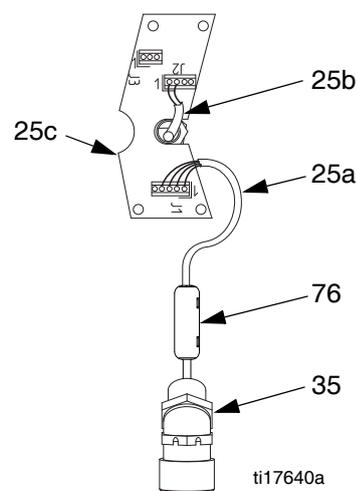
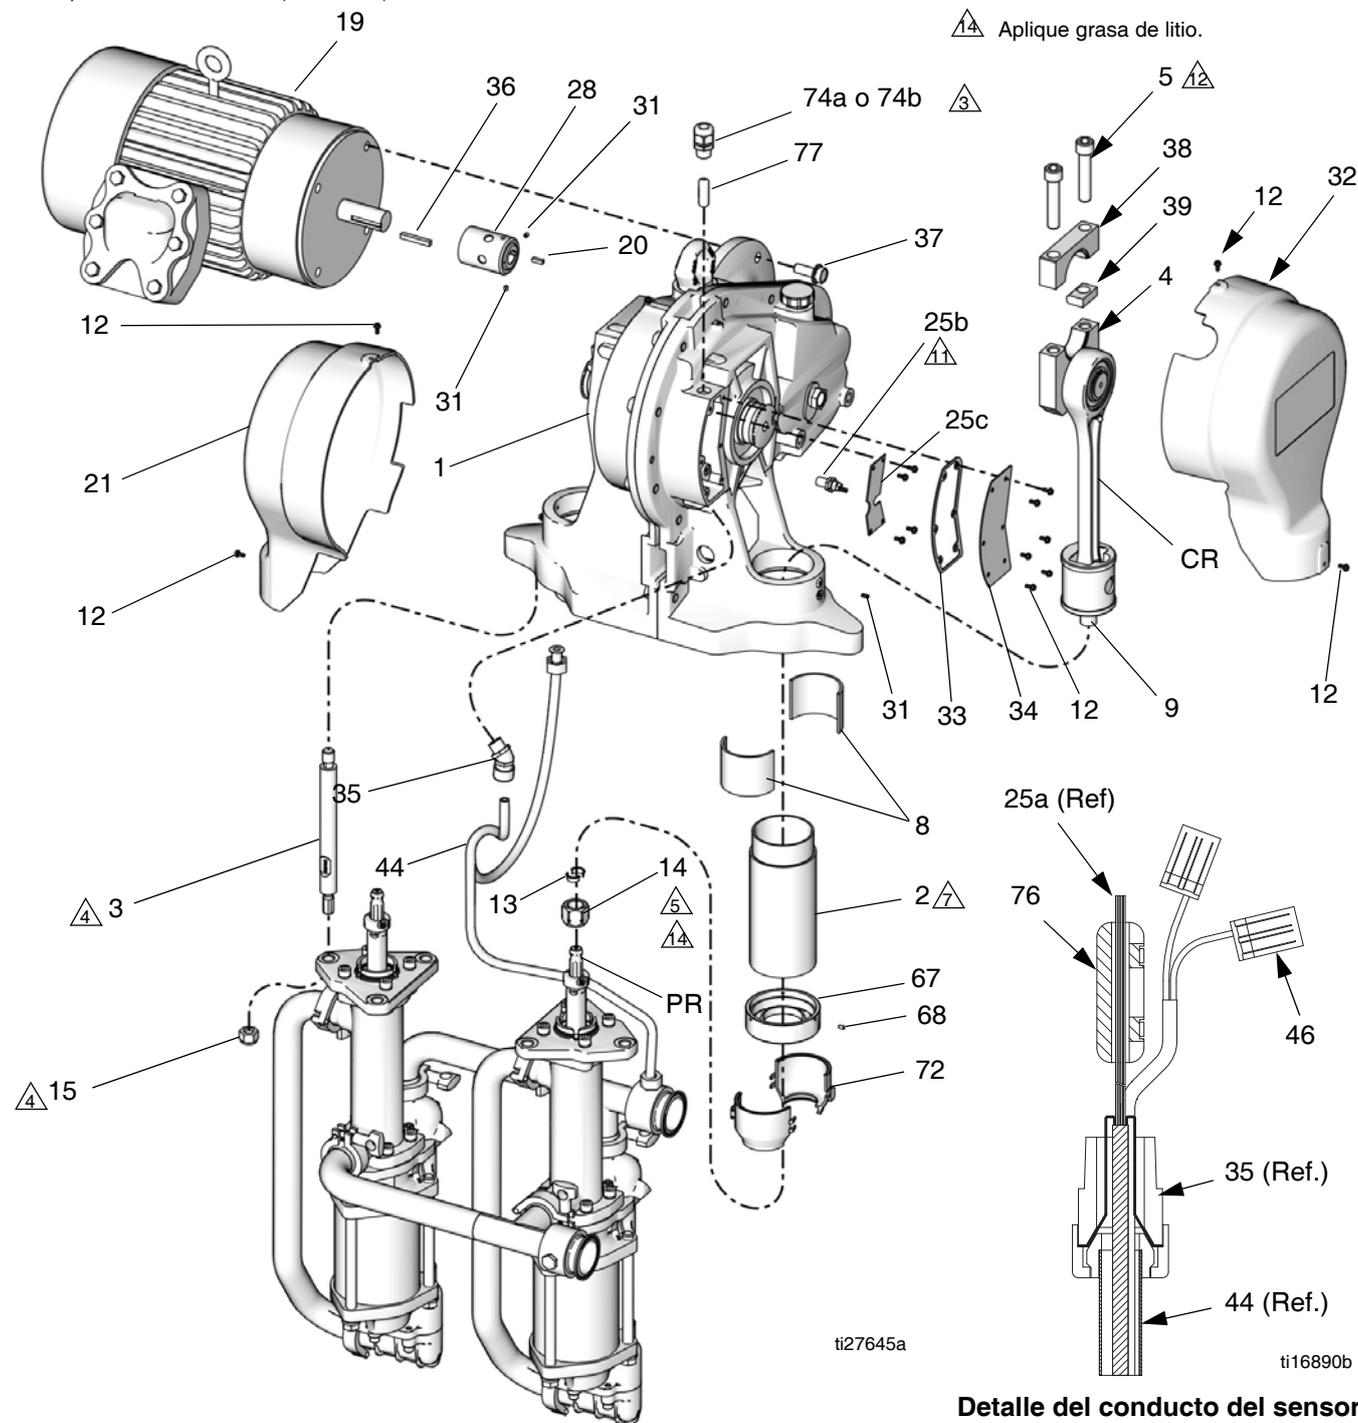

FIG. 29. Conexiones de cables de la tarjeta de circuito
FIG. 30: Sustitución del reductor de engranajes
- Levante el motor (19) a su posición. Alinee la chaveta (36, FIG. 30) en el eje del motor con la ranura de acoplamiento del acoplador de motor y los cuatro orificios de montaje con los orificios en el reductor de engranajes (1). Deslice el motor hasta su posición.
- Mientras una persona sujeta el motor (19), instale los tornillos (37). Apriete a 102-108 N•m (75-80 ft-lb).
- Ponga el motor en modo JOG (movimiento momentáneo) para mover la base de bomba en el lado opuesto al del motor al extremo inferior de su carrera. Esto permite acceder a la tuerca de acoplamiento (14).
- Vea la FIG. 30. Retire las protecciones (72). Desconecte el varillaje de accionamiento. Consulte los pasos 4 a 11 en las páginas 24 a 25.
- Retire el motor (19), vea la página 28.
- Vea la FIG. 30. Retire los tornillos (12), la cubierta de la tarjeta de circuito (34), y la junta (33). Retenga la cubierta y los tornillos. Deseche la junta.
- Vea la FIG. 29. Desconecte el cable del transductor (25a) de J1 en la tarjeta de circuito (25c). Retire y retenga la ferrita (76).
- Desconecte los cables del circuito de campo de IS de J2 y J3 en la tarjeta de circuito y de los dos bloques de terminales (46). Desconecte los cables del sensor de posición de los dos bloques de terminales. Retenga los bloques de terminales.
- Desenrosque los alivios de esfuerzo de conductor (74a y 35) de la carcasa de engranajes. Tire del alivador de esfuerzo de 45° (35) y del conducto del transductor para sacarlos de la carcasa. No desconecte el transductor de la lumbrera de salida (P).
- Desconecte el sensor de posición y las piezas de fijación de la carcasa de engranajes (1). Consulte la página 22. Asegúrese de retirar el adaptador del sensor de posición (78). Retenga estas piezas.
- Desenrosque las tuercas de seguridad (15) de las varillas de unión (3). Retire la sección de fluido completa. Desenrosque las varillas de unión (3) de la carcasa de engranajes.
- Vea la FIG. 30. Retire el tornillo de fijación (31). Desenrosque el cilindro de corredera (2) del reductor de engranajes.
2. Instale el motor (19), vea la página 30.
3. Vea la FIG. 30. Enrosque el cilindro de corredera (2) en el reductor de engranajes nuevo (1). Apriete a 21-27 N•m (15-20 ft-lb). Instale los tornillos de fijación (31). Apriete a 3,4-3,9 N•m (30-35 in-lb).
4. Enrosque las varillas de unión (3) en la carcasa de engranajes. Apriete a 68-80 N•m (50-60 ft-lb).
5. Oriente las bases de bomba (22) hacia el reductor de engranajes (1) como se muestra. Coloque en posición las bases de bomba sobre las varillas de unión (3). Enrosque las tuercas de seguridad (15) en las varillas de unión. Apriete las tuercas de seguridad a 68-80 N•m (50-60 ft-lb).